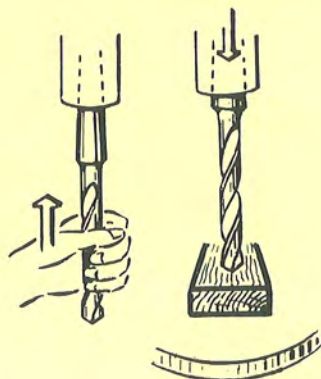
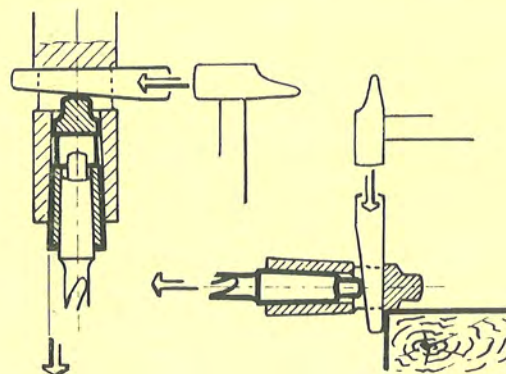

Fig. 2
Fig. 3
- d) le punte elicoidali a codolo conico s'innestano nei coni di riduzione Morse (C.M. - fig. 2);
Le punte con i coni di riduzione s'innestano sul mandrino del trapano come in fig. 2, e si tolgono con apposita chiavetta come indica la fig. 3.